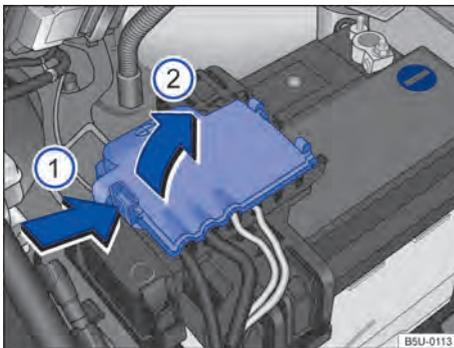

Fig. 184 Compartimento do motor: acesso ao terminal positivo da bateria.
- Abrir a cobertura do polo positivo. Para abrir pressionar a trava no sentido da seta → Fig. 184 (1), rebater a cobertura para o lado no sentido da seta (2).